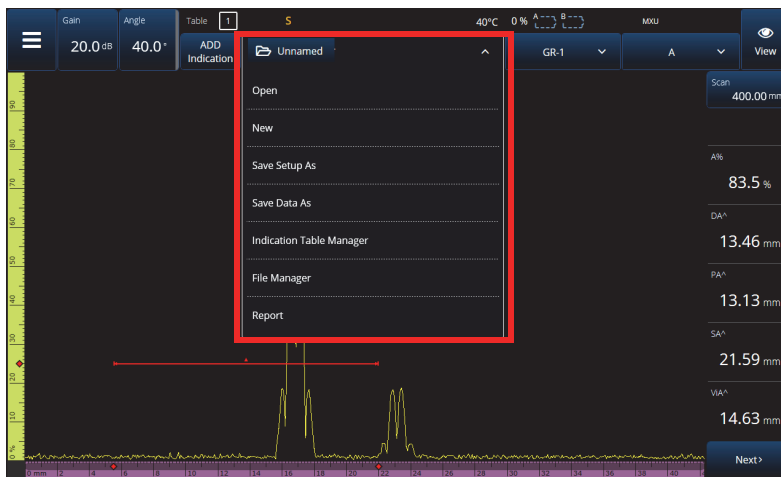

Figura 2-62 Menu File
- ◆ Mantenere premuta la scala del palette (illustrata a destra della Figura 2-62 a pagina 117) e selezionare **Restore Default Palette** (ripristina palette predefinito).
Toccare il menu  **File** per caricare un file di configurazione (modalità ispezione) o file dei dati (modalità analisi), per visualizzare in anteprima un rapporto o per gestire altre opzioni (Figura 2-62 a pagina 117 e Tabella 48 a pagina 118).